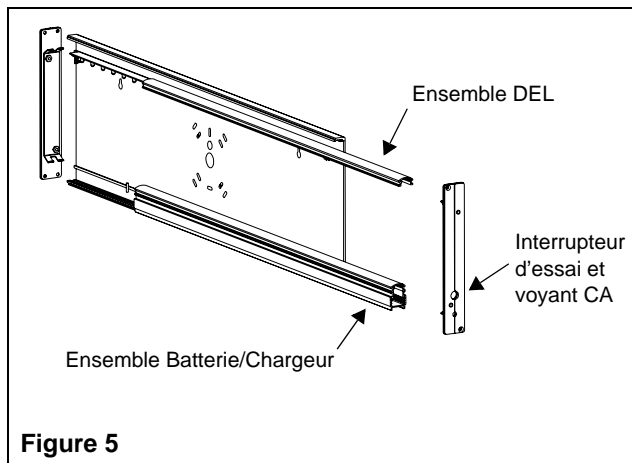

Figure 5
- Retirer les plaques d'extrémité de chaque côté de l'enseigne (un seul côté pour le montage en extrémité) en dévissant les 2 vis (voir fig. 5).
Appuyer sur l'interrupteur d'essai (voir fig. 5). L'enseigne clignotera mais restera allumée et le voyant CA s'éteindra. Le voyant s'allume lorsqu'on relâche l'interrupteur et le chargeur automatique restaurera la pile à une charge complète.